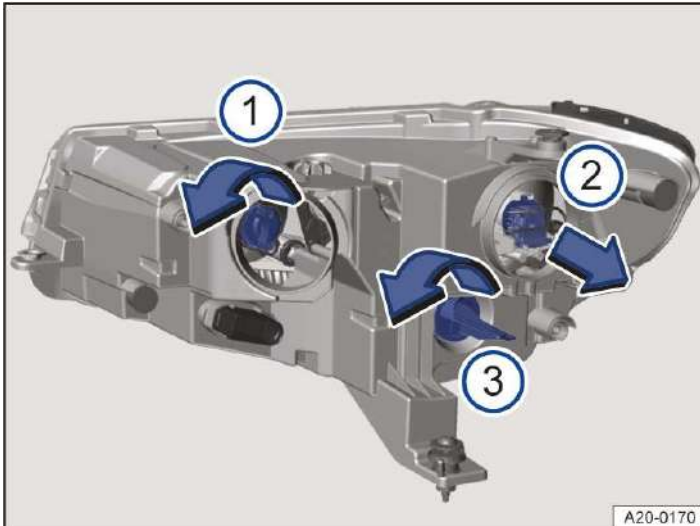

Abb. 2 Im Frontraum: Glühlampen im rechten Frontscheinwerfer ersetzen.
2. Lampenhalter bis zum Anschlag in Pfeilrichtung drehen und nach hinten herausziehen → *Abb. 2* 1.
4. Lampenhalter in den Scheinwerfer einsetzen und entgegen der Pfeilrichtung bis zum Anschlag drehen → *Abb. 2* 1.
2. Lampenhalter in Pfeilrichtung herausziehen → Abb. 2 (2).